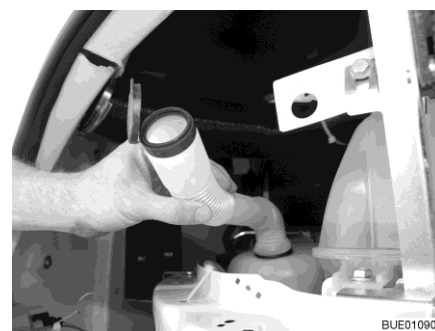

Fig. 45 Bec de remplissage en position de remplissage
- Tourner le tuyau flexible de manière à ce que l'orifice de remplissage soit placé vers le haut (Fig. 45).